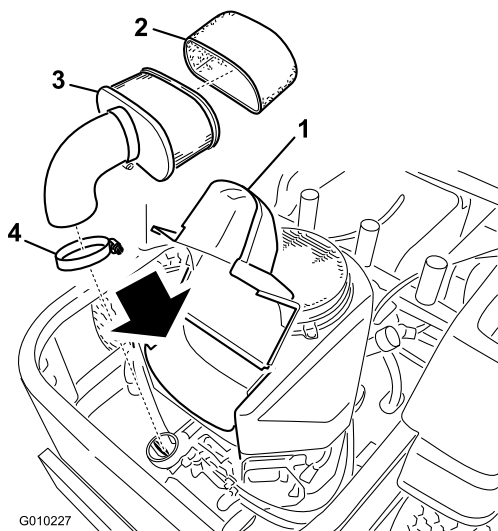

Figure 38
3. Nettoyez la surface autour du filtre à air pour éviter que des impuretés ne s'introduisent dans le moteur et l'endommagent. Desserrez les deux boutons en plastique sur le couvercle et enlevez le couvercle du filtre à air Figure 38.
4. Sortez délicatement l'élément en mousse de l'élément en papier (Figure 38).
5. Dévissez les écrous à oreilles et retirez l'élément en papier (Figure 38).